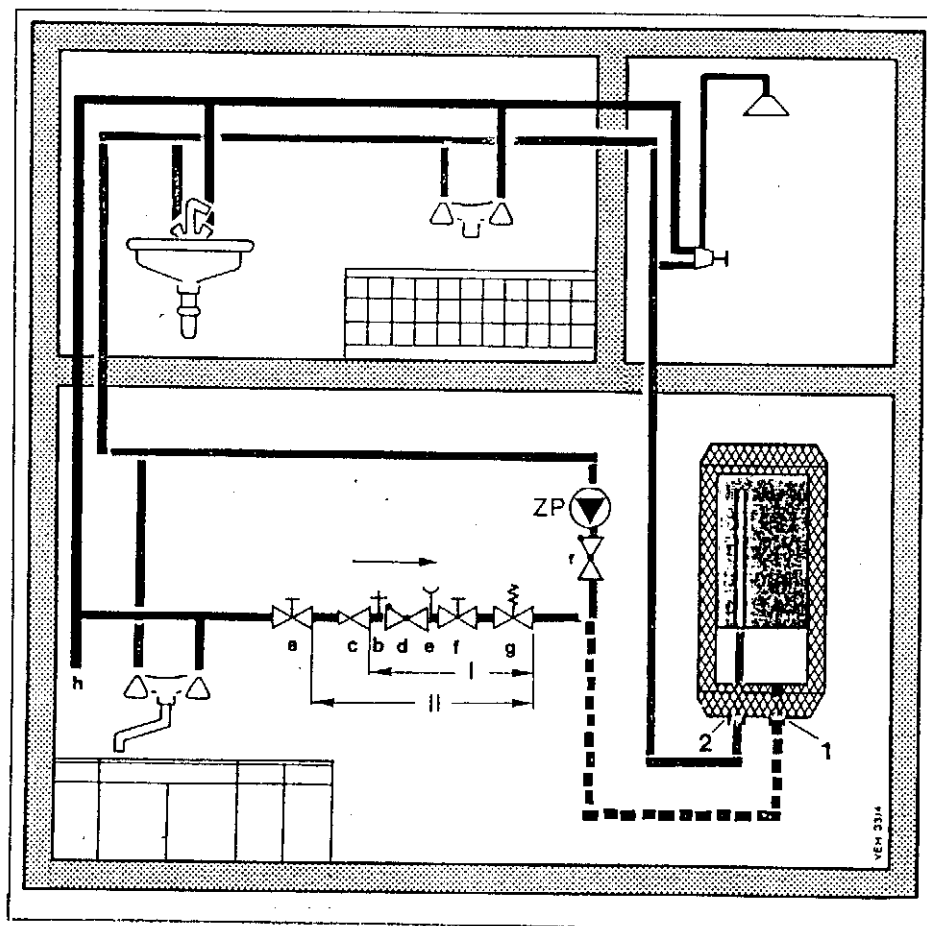

Рис. 8 Пример монтажа
В магистраль холодной воды следует вмонтировать в направлении от электрического бойлера фирмы Вайллант, как показано на рис. 8, стр. 15:
7.5.4 Подключение циркуляционной линии (рис. 8)
Как показано на рис. 8, потребители от выпускного штуцера горячей воды (2) соединены при помощи теплоизолированной медной трубы в замкнутый контур таким образом, что последний потребитель снова размещается вблизи электрического бойлера.
Обозначения к рис. 8